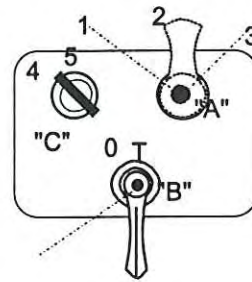

FIG.2
- Fig.2: La llave C está bloqueada en la posición "4",